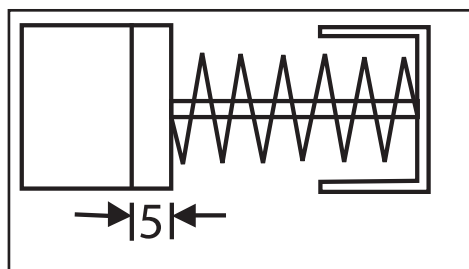

Fig. 6
3. **Après 40 heures d'utilisation, examinez les balais de charbon.** Il faut les changer lorsqu'ils ont perdu 5 à 6 mm par l'usure (Fig. 6).